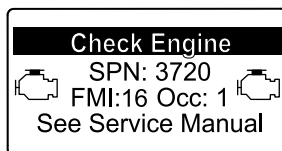

Figura 36
- Aviso do motor SPN 3720, FMI 16 (Figura 36)